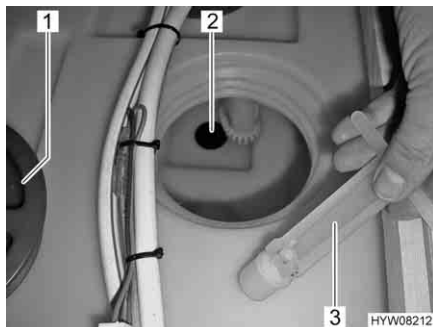

Fig. 90 Serbatoio dell'acqua, tappo di chiusura
- Svitare il coperchio (Fig. 90,1) del serbatoio dell'acqua.
- Inserire il tappo di chiusura (Fig. 90,3) nell'apertura di scarico (Fig. 90,2).